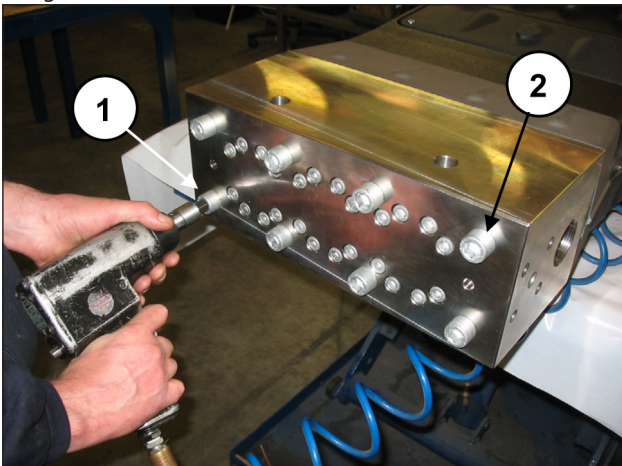
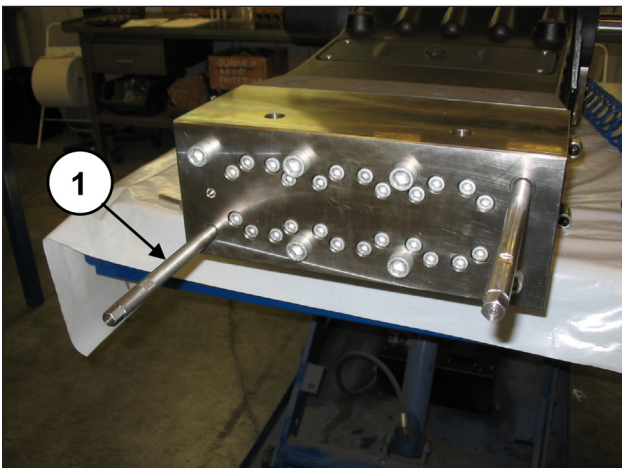

Abb. 107
Abb. 108
Lösen Sie zwei diametral entgegengesetzte Befestigungsschrauben des Kopfs M16x280 (Pos. ① und ②, Abb. 107), ersetzen Sie diese durch zwei Wartungsschrauben - Stifte (Art. 27540200) (Pos. ①, Abb. 108), nehmen Sie dann die übrigen Schrauben ab.